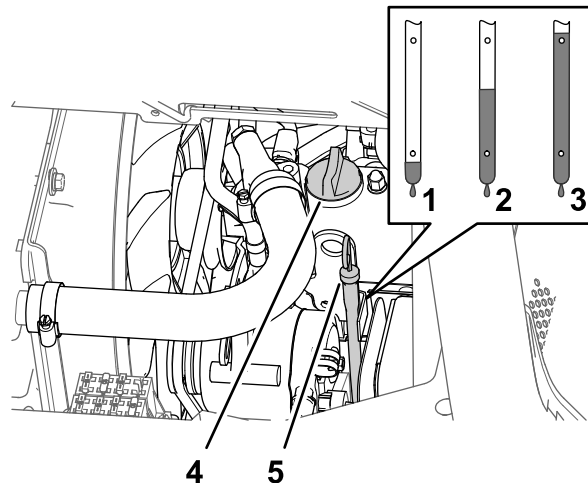

Figure 75
5. Retirez le bouchon de remplissage d'huile du goulot de remplissage sur le couvre-culasse (**Figure 75**) et versez avec précaution environ 80 % de la quantité d'huile spécifiée dans le goulot de remplissage.
6. Sortez la jauge et vérifiez le niveau d'huile dans le carter moteur (**Figure 75**).
7. Faites l'appoint d'huile spécifiée avec précaution pour faire monter le niveau jusqu'au repère maximum sur la jauge (**Figure 75**).
8. Remettez le bouchon de remplissage d'huile dans le goulot de remplissage et la jauge dans son tube (Figure 75).